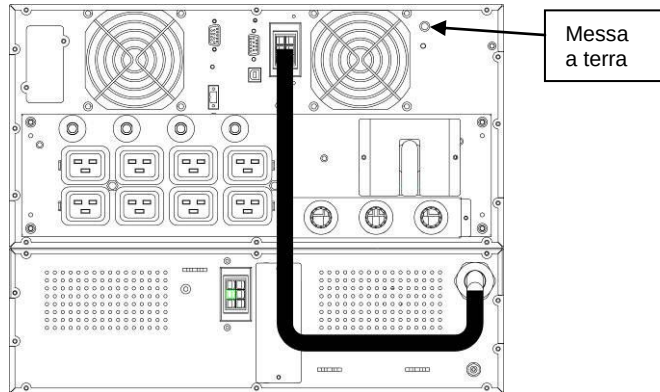

Figura 11: XANTO S 10000 con BP, Rack (vista posteriore)
1. Collegare ogni pacco batterie alla messa a terra (vite sul lato posteriore) mediante un cavo supplementare (min. AWG 8) sul potenziale di terra (vedi Figura 11).
2. Ripristinare tutti i collegamenti a innesto tra i pacchi batterie e l'UPS (vedi Figura 11). È possibile collegare al sistema UPS fino a quattro pacchi batterie.